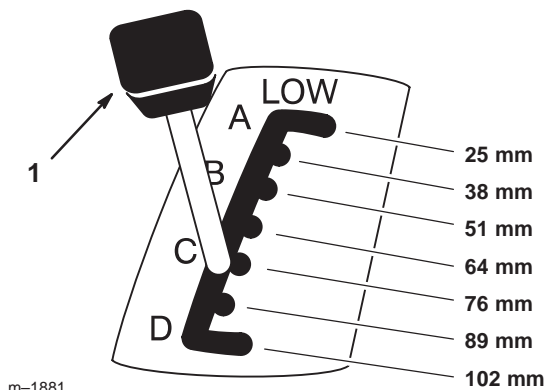

Figure 6
2. Tirez le levier de hauteur de coupe (relevage du plateau de coupe) et sélectionnez la position souhaitée (Fig. 6).